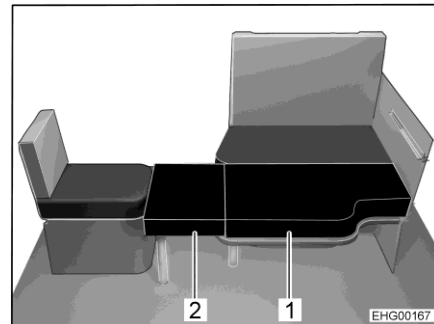

Bild 113 Efter ombyggnaden
Den längsgående sittbänken kan byggas om till extrasäng tillsammans med enkelsätet till sidan och hängbordets nedsänkta bordsskiva. För att skapa sängytan behövs två extra dynor. En av extra dynorna (Bild 113,2) har ett utfällbart fotstöd och en hållvinkel. Den andra extra dynan (Bild 113,1) placeras på bordsskivan.
- Fäll ihop fotstödet på den lilla extra dynan (Bild 113,2).
- Haka fast extra dynans hållvinkel (Bild 113,2) i enkelsätet och placera extradynan på bordsskivan.
- Placera den andra extra dynan (Bild 113,1) på bordsskivan.